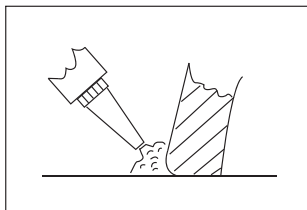

Рис. 3
3. Заделка стыка (**рис. 3**). Уплотните место стыка ножки унитаза с поверхностью пола герметизирующей (силиконовой) массой с тем, чтобы предотвратить попадание воды под основание унитаза и ее дальнейшее проникновение в плиты перекрытия. Избыток массы удалите шпателем или пластиной из пластика.